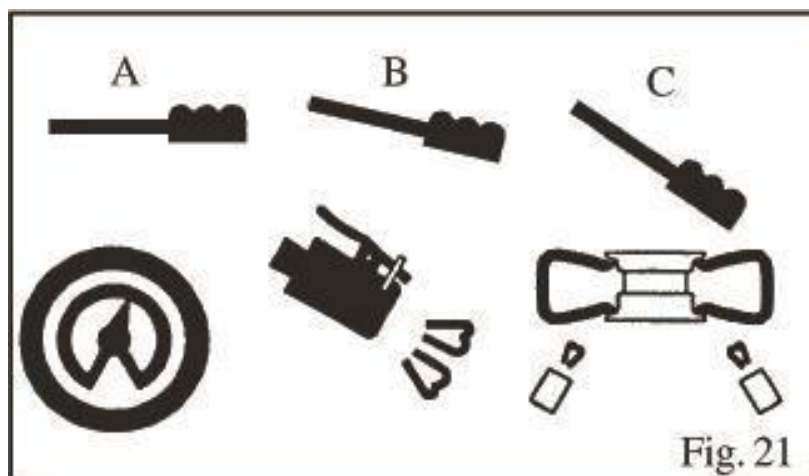

Fig. 21
- Wciśnij pedał do pozycji pośredniej (B – rys. 21)
- Jeśli stopka opony nie jest dobrze osadzona ze względu na mocną stopkę, podnieś oponę ręcznie, aż górna stopka dotknie obręczy, a następnie wciśnij pedał do końca (C-Rys. 21). Przez dysze w prowadnicach zostanie wypuszczony silny strumień, co pomoże w uszczelnieniu stopki.
- Zwolnij opony; ustaw pedał w pozycji pośredniej (B – rys. 21) i kontynuuj pompowanie opony krótkimi strumieniami powietrza, stale sprawdzając ciśnienie pomiędzy strumieniami powietrza, aż do uzyskania wymaganego ciśnienia.